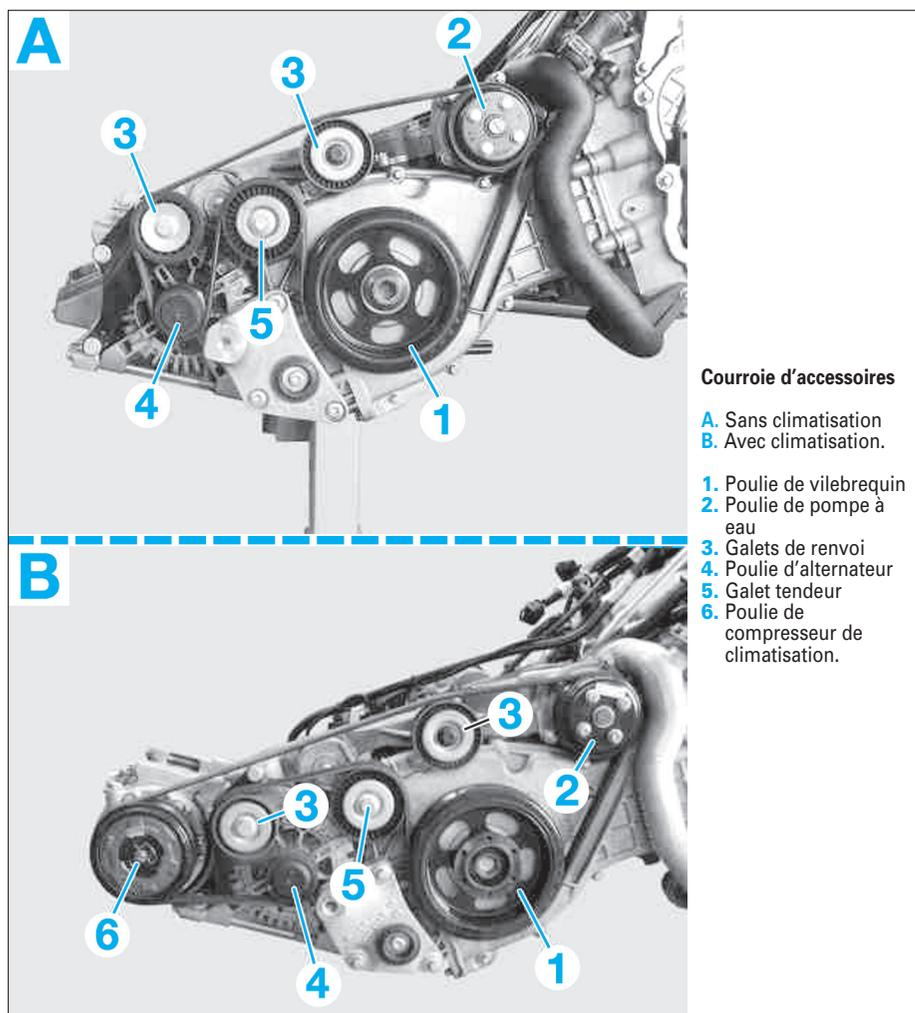

FIG. 17
- reposer la courroie en respectant son cheminement de montage (Fig.17).